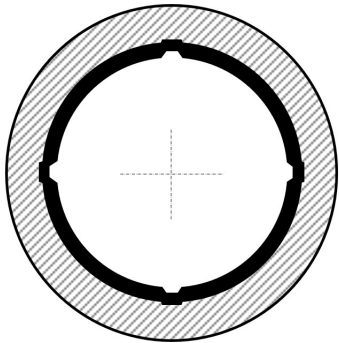

图 C-1 测斜管导槽方向示意图
- ① 首先将测斜管底盖与首段测斜管连接，ABS 材质的测斜管使用粘合剂在连接间隙做密封处理并用自动螺丝钉加固，玻璃纤维或铝合金测斜管用 $\Phi 3.2\text{mm}$ 拉铆钉铆固。然后用适当直径的铁丝将管底段绑扎固定，放下第一段管至孔口上方。并将铁丝固定防止测斜管滑入孔内。注意应保证测斜管任意一对导槽的方向与预期测量方向垂直或平行，如图 C-1。